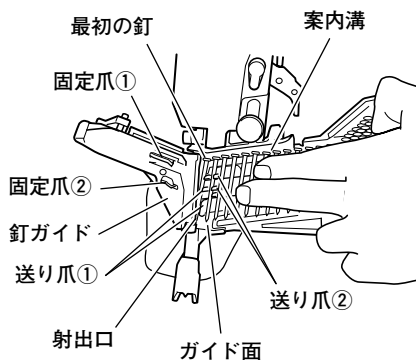

図 10
○釘列の最初の釘を射出口の中に入れ、2本目の釘を送り爪①、送り爪②の間に入れて釘頭が案内溝に入るようにします。（図10）
(3) 釘ガイドを閉じる